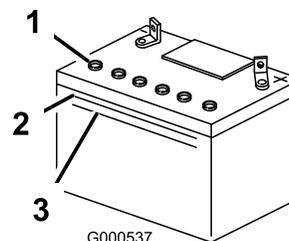

Figura 43
1. Osservate il fianco della batteria. L'elettrolito deve raggiungere la linea superiore (Figura 43). Non lasciate scendere l'elettrolito sotto la linea inferiore (Figura 43).
3. Togliete i tappi di spurgo dalla batteria (Figura 43).
4. Aggiungete lentamente acqua distillata in ogni elemento della batteria finché l'elettrolito non raggiunge la linea superiore (Figura 43) sulla scatola della batteria.
5. Attendete 5 o 10 minuti dopo avere riempito gli elementi della batteria. All'occorrenza, aggiungete acqua distillata finché l'elettrolito non raggiunge la linea superiore (Figura 43) sulla scatola della batteria.